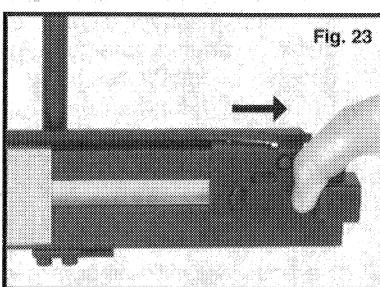

Fig. 23
A. Tirer le suiveur d'agrafe à fond vers l'arrière (voir Fig. 23), en laissant le suiveur se bloquer en position d'ouverture.